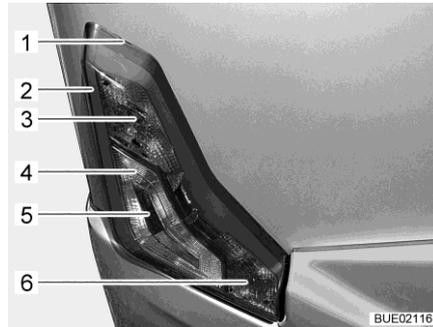

Fig. 163 Éclairage arrière
- Introduire un outil plat dans l'encoche (Fig. 163,1) et soulever le boîtier avec précaution.